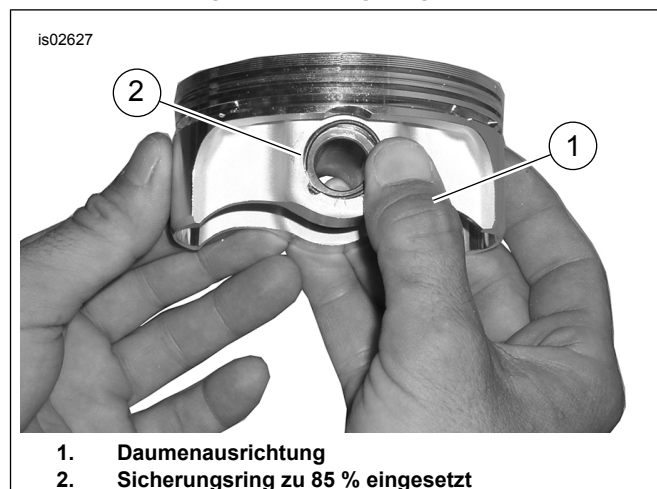

Abbildung 4. Sicherungsring anbringen
2. Siehe Abbildung 4. Den Daumen (1) wie gezeigt ansetzen und fest drücken, bis sich ca. 85 % des Sicherungsringes (2) in der Nut befinden.